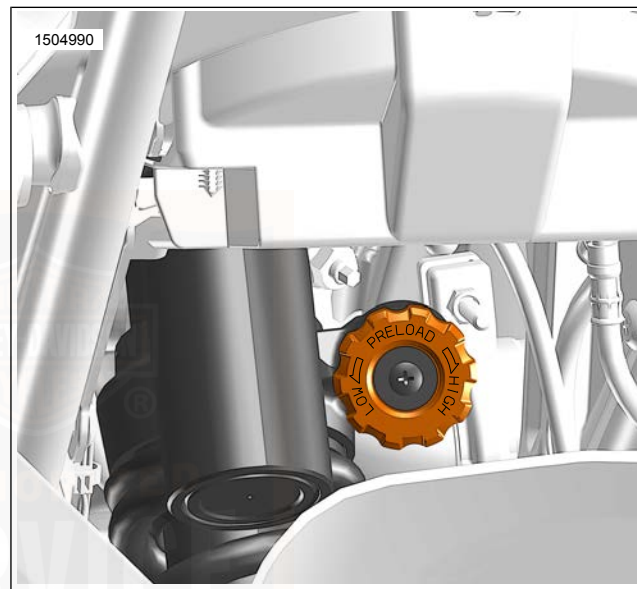

Abbildung 17. Vorspannungseinsteller
1. Siehe Abbildung 17. Den Einstellknopf für die Vorspannung zum Erhöhen der Vorspannungseinstellung im Uhrzeigersinn in Richtung HIGH (hoch) drehen oder zum Verringern der Vorspannungseinstellung gegen den Uhrzeigersinn drehen, bis die gewünschte Einstellung erreicht ist.
3. Siehe Abbildung 17. Den Einstellknopf für die Vorspannung auf die gewünschte Anzahl Klicks einstellen.